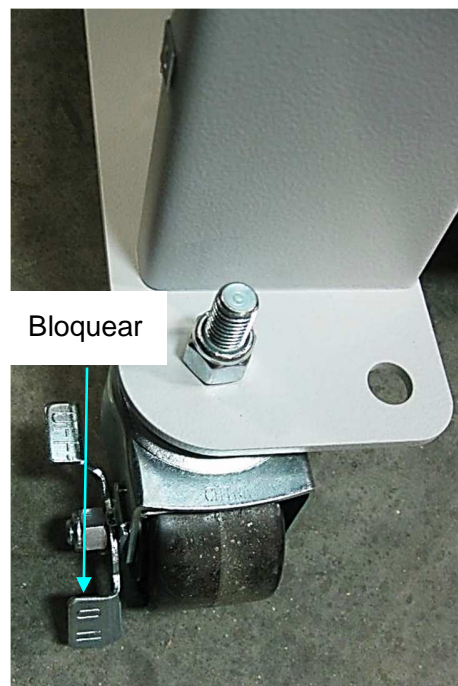

Figura 6 Palanca de cierre
5. Bloquear la máquina en su lugar con la pie pisando el mecanismo de bloqueo en las ruedas delanteras (figura 6).